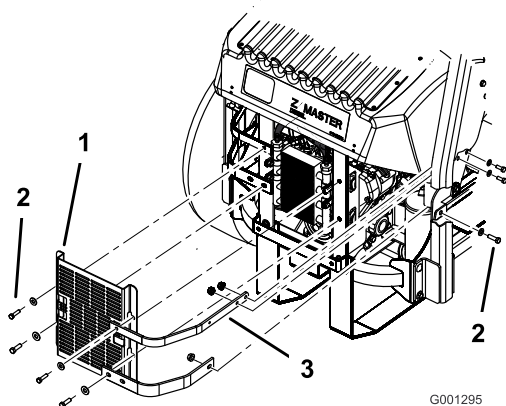

Figure 56
3. Enlevez les 4 boulons qui fixent l'écran du refroidisseur d'huile au bâti arrière (Figure 56).
4. Enlevez les 3 boulons qui fixent les barrettes du moteur au côté de la machine (Figure 56).
12. Montez l'écran du refroidisseur d'huile et les barrettes du moteur sur le bâti arrière au moyen des 4 boulons retirés précédemment (Figure 56).
13. Fixez les barrettes du moteur au côté de la machine (Figure 56).